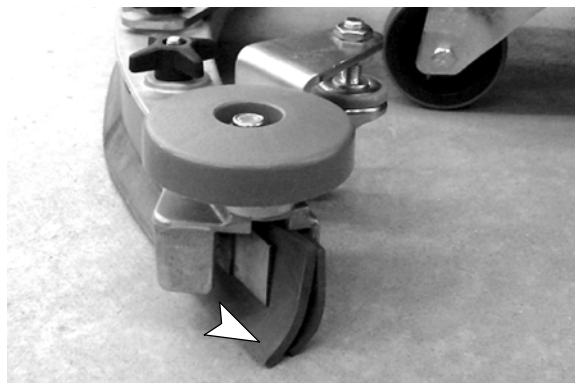

FIG. 63
3. Durant le fonctionnement de la machine avec les roulettes réglées correctement, les lames de racloir doivent avoir une déflexion comme illustré (Figure 63).